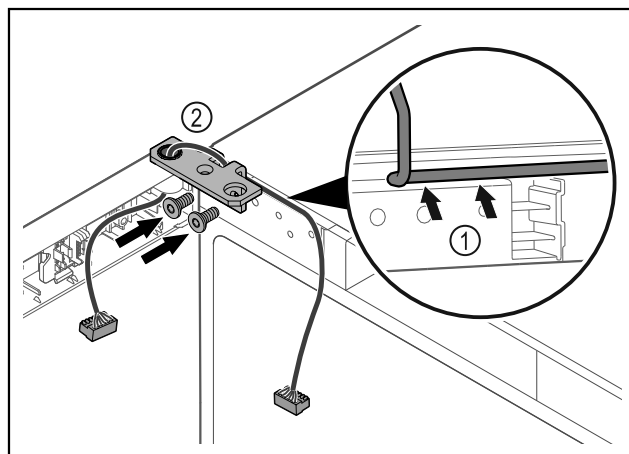

Fig. 41
- ▶ Veďte kabel skrz vybrání úhelníku závěsu a opatrně jej položte Fig. 41 (1).
- ▶ Našroubujte úhelník závěsu Fig. 41 (2).